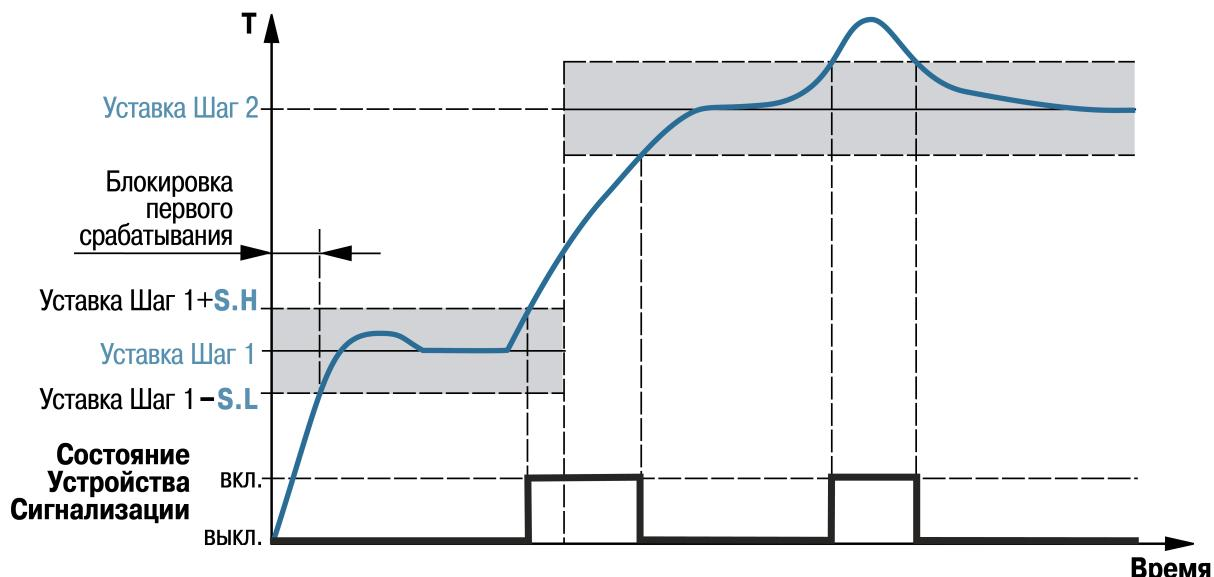

Рисунок 10.22 – Пример логики работы и блокировки срабатывания устройства сигнализации для U-образной логике
- В случае выхода регулируемой величины за заданные пределы – U-образная логика (**SiG.t = S. otn**) (см. рисунок 10.22).